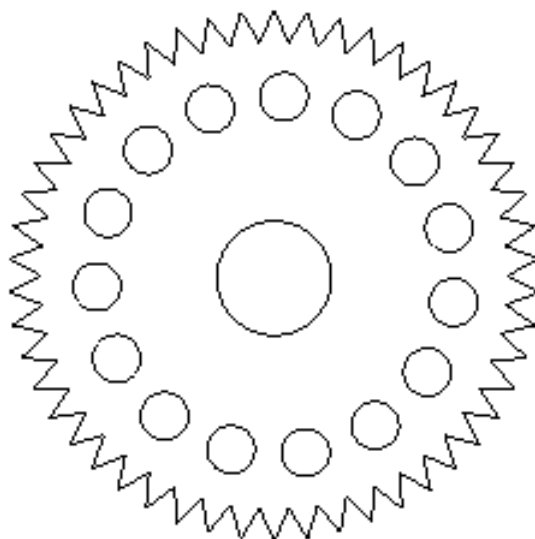

Рис. 6.1. Сплайн-сечение для построения шестеренки
1. В окне проекции **Top (Сверху)** постройте сплайн **Star (Звезда)** и несколько окружностей внутри (рис. 6.1).